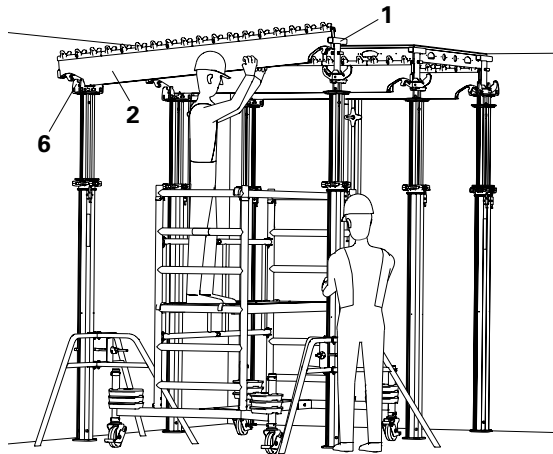

Fig. A4.09
1. Placer l'étais avec une tête d'étais (6). à une distance de 1,50 m.
3. Placer l'étais avec une tête de décintrement (1). à une distance de 2,275 m.
4. Accrocher la poutrelle SLT 225 (2) dans le support de poutrelle de la tête d'étais et dans la tête de décintrement. (Fig. A4.09)